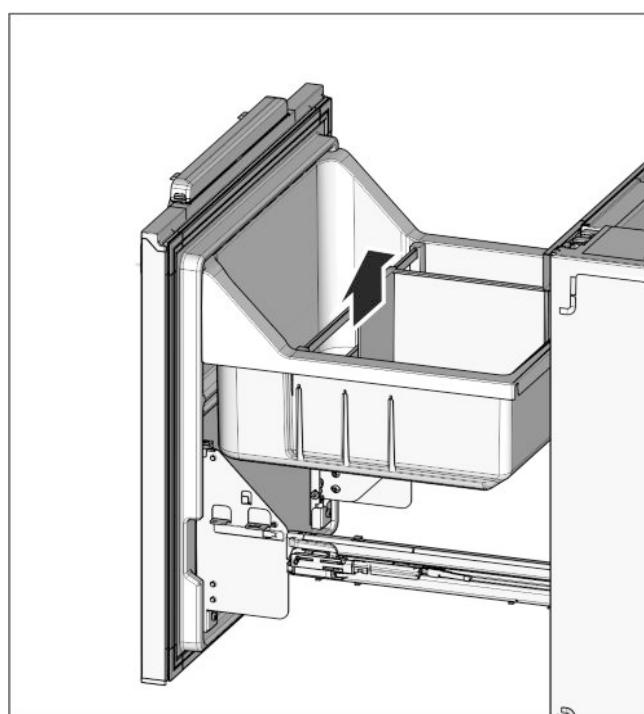

Fig. 25
- Снова вставьте полку для бутылок Fig. 25 (32) и вытяжной лоток Fig. 25 (31).